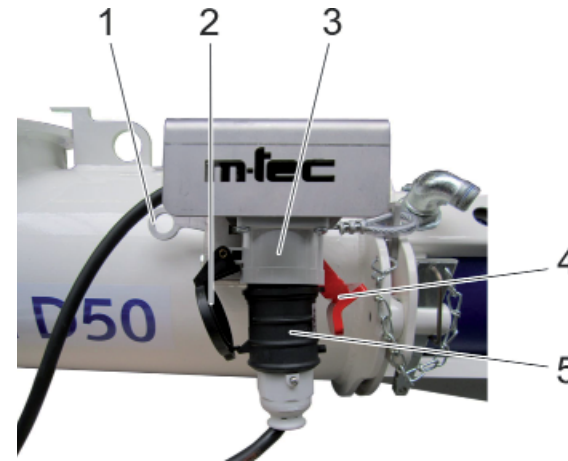

Bild 11: Sicherheitseinrichtung Typ IV - eingesteckt
- Den Schlüssel der Sicherheitseinrichtung (Bild 11, 1) in die entsprechende Öffnung stecken, nach unten führen, andrücken und dann in Richtung Mischermotor umlegen. Der Verschlusshebel wird dadurch umgelegt und die Steckdose frei.